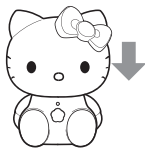

Рис. 3
- Плотно установите обратно распылитель (рис. 3).